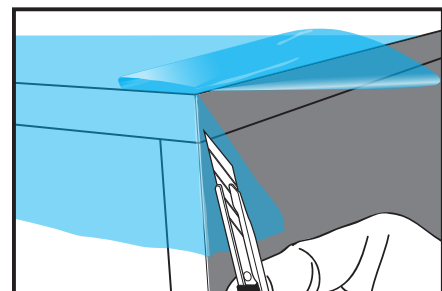

Figure 09
- › Couper le surplus de matière en ne laissant environ qu'1 à 2 mm de matière (FIG. 09), puis recouvrir la tranche contiguë.